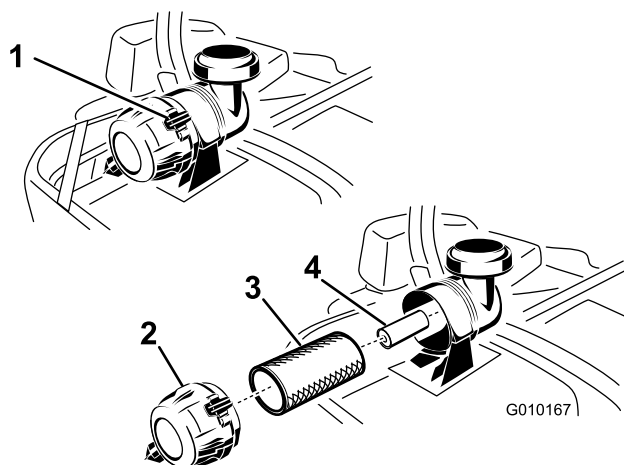

Figure 45
3. Appuyez sur les attaches du filtre à air pour les ouvrir et détachez le couvercle du boîtier du filtre à air (Figure 45).
5. Sortez le préfiltre du boîtier du filtre avec précaution (Figure 45). Évitez de cogner l'élément à l'intérieur du boîtier.
1. Ne nettoyez pas l'élément en papier ; remplacez-le (Figure 45).
2. Si vous remplacez l'élément secondaire, insérez-le avec précaution dans le boîtier du filtre (Figure 45).
3. Glissez ensuite le préfiltre sur l'élément secondaire avec précaution (Figure 45). Assurez-vous qu'il est bien engagé en appuyant sur le rebord extérieur.
4. Montez le couvercle, reniflez en bas, et tournez-le pour que les attaches verrouillent le couvercle en place (Figure 45).